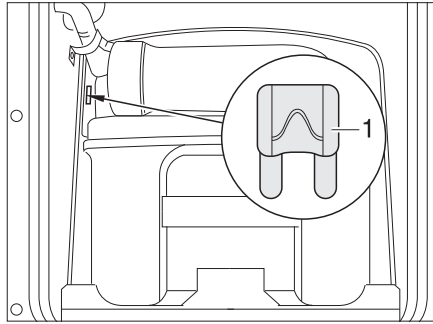
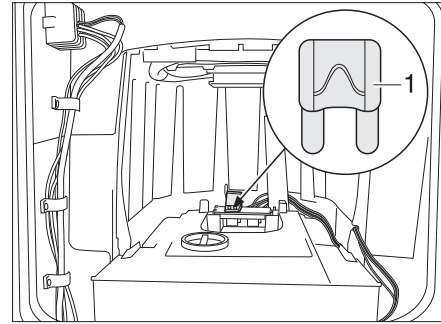

Fig. 287 Fusible del inodoro Thetford
Fig. 288 Fusible del inodoro Thetford (alternativa)
- Cambiar el fusible (Fig. 287,1 ó Fig. 288,1).